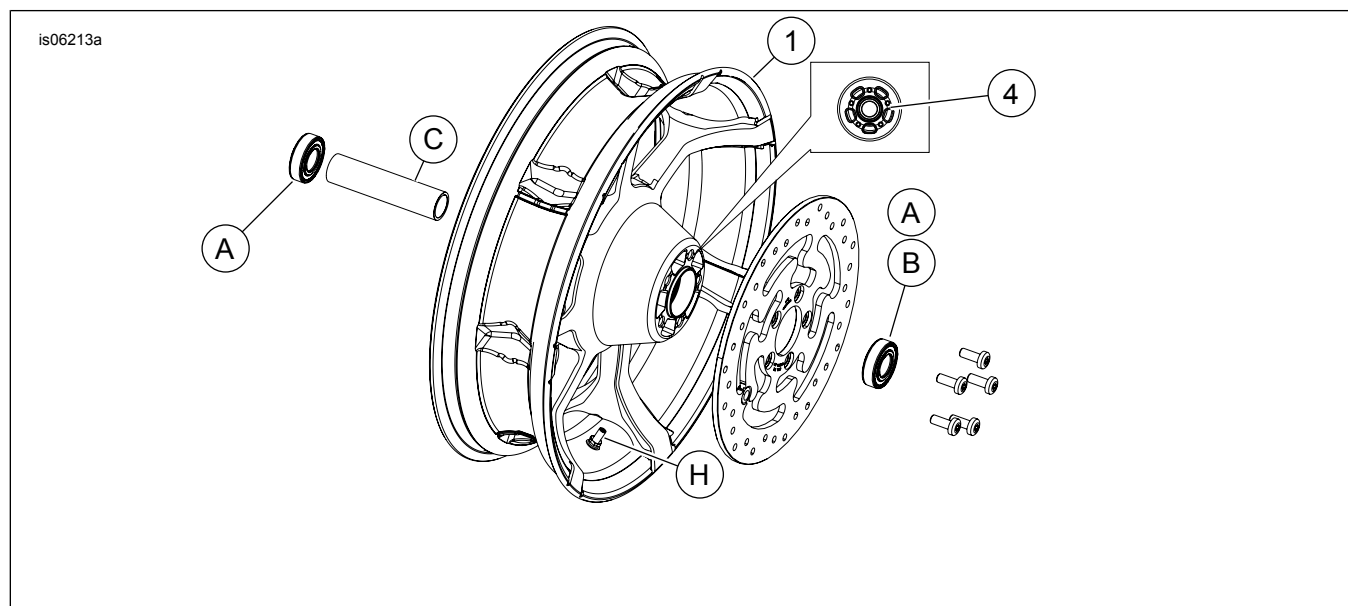

Рисунок 1. Запасные части: Задние колеса Agitator (показанный размер - 18 дюймов)
См. Рисунок 1 и таблицы запасных частей.
2. См. Рисунок 1. Установите шток клапана в сборе (H) на колесо. См. руководство по техническому обслуживанию.